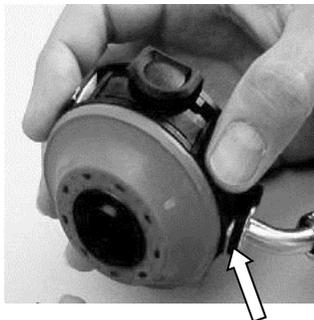

Fig. 31 Montaggio della linea di media pressione
- (3) Montaggio della linea di media pressione
- Inserire la coppiglia ad U **dal lato membrana** (→ freccia in Fig. 31) nella sua sede fino al bloccaggio. La linea di media pressione è bloccata in posizione